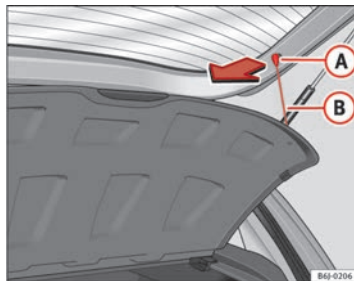

Fig. 96 Pianale portaoggetti
- Sganciare i tiranti → fig. 96 B dagli alloggiamenti A.